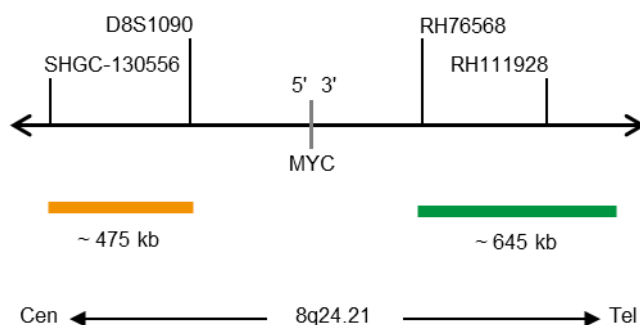

Fig. 1: SPEC MYC Mapa da sonda (não à escala)
- Polinucleótidos marcados com ZyGreen (excitação 503 nm/emissão 528 nm) (~10 ng/μl), que têm como alvo sequências mapeadas em 8q24.21* (chr8:130,373,051-130,930,673) distal à região do ponto de quebra MYC (ver Fig. 1).
- Polinucleótidos marcados com ZyOrange (excitação 547 nm/emissão 572 nm) (~4,5 ng/μl), que têm como alvo sequências mapeadas em 8q24.21* (chr8:127,888,765-128,363,281) proximais à região do ponto de quebra MYC (ver Fig. 1).